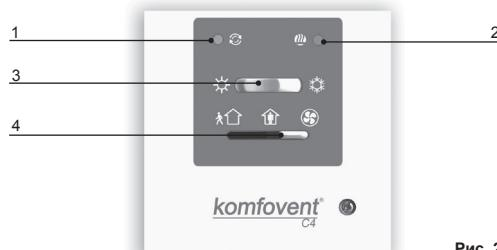

Рис. 2.1
- С помощью переключателя (4) выбора интенсивности на пульте (рис. 2.1.) включить максимальный уровень (перед этим устройство должно работать с минимальной или нормальной интенсивностью).
**Примечание:** Чтобы выключить режим «Турбо» до истечения времени таймера, надо произвести вышеупомянутые (1) и (3) действия, а действие (2) – пропустить.